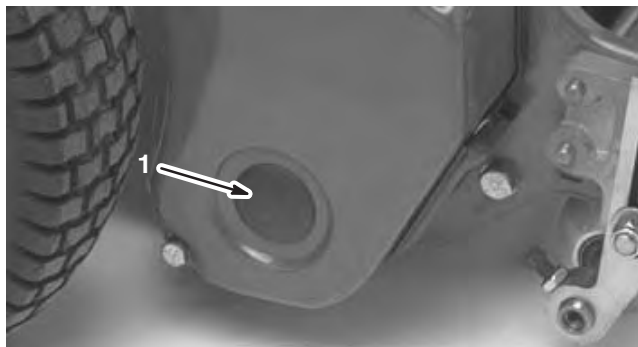

Bild 49
1. Nehmen Sie die Schraube in der rechten Spindeltriebsabdeckung ab (Bild 49).